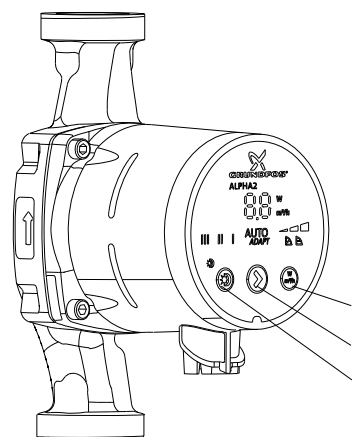

Fig. 10 Trykknappernes placering
Kontrolboksen har et integreret betjeningspanel med tre trykknapper (se pos. 1, 2 og 3) og et 2-cifret 7-segmentdisplay. Se fig. 10.